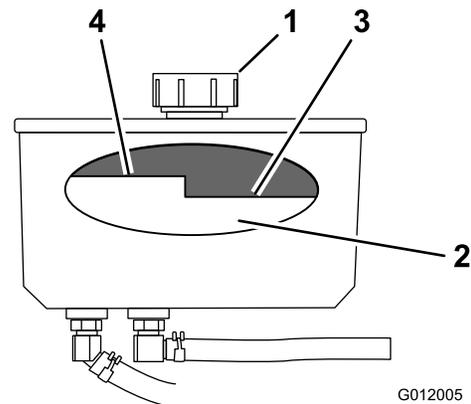

Figura 80
4. Limpie alrededor del cuello de llenado y el tapón del depósito de aceite hidráulico (Figura 80).
5. Retire el tapón del cuello de llenado. Mire dentro para comprobar el nivel de aceite en el depósito. (Figura 80).
Nota: El nivel de aceite debe estar por debajo del nivel caliente del tabique cuando el aceite está caliente (Figura 80).